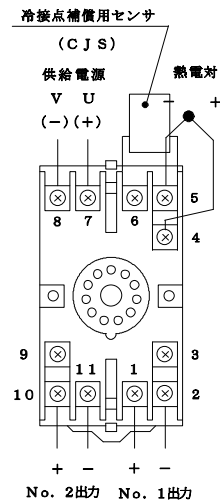

図2
2. 配線は図2の接続図により接続し、電線は回路の定格容量に適合するものを使用してください。冷接点補償用センサ(CJS)の製造番号と本体の製造番号が一致している事を確認してください。なお、冷接点補償用センサ(CJS)は互換性がないので、必ず本体の製造番号と合わせてご使用ください。